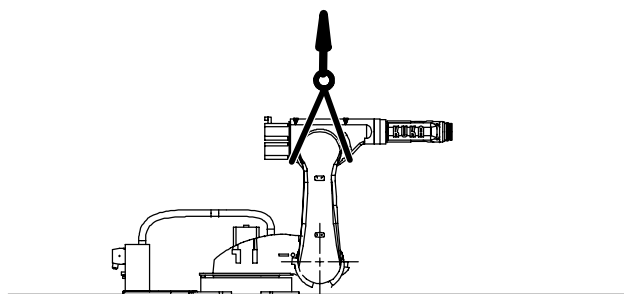

Fig. 109 Blocage de l'épaule (schéma)
- (1.1) Amener l'épaule - si cela est encore possible - en position stable à la butée (-) (Fig. 109). Le bras peut se trouver dans une position quelconque.
- (1.2) Bloquer l'épaule de manière appropriée, par ex. avec un dispositif de levage ou une cale par le bas (Fig. 109).